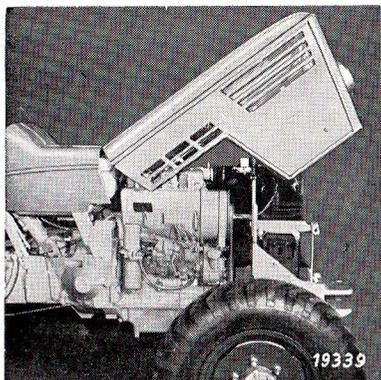

Figure 98
2. saisir la partie avant du capot (par le dessous et au milieu, fig.98), engager la tringle (1) dans son appui (2) situé au-dessus de l'épurateur d'air.